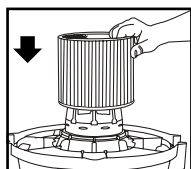

FIGURE 17
22. Alors que le couvercle du réservoir est renversé, glissez la cartouche filtrante vers le bas, sur le support de couvercle, et poussez jusqu'à ce que les joints du filtre reposent contre couvercle. **FIGURE 17.**